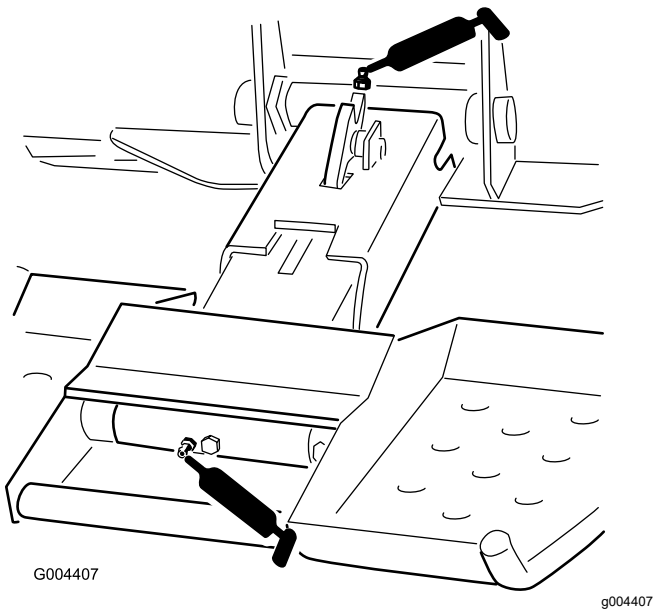

Figura 36
4. Conecte una pistola de engrasar a cada engrasador (Figura 36).